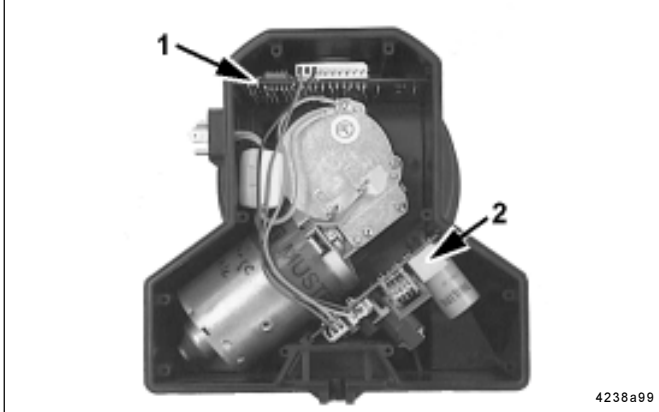

Fig. 19: Plaquette de circuits imprimés installée dans le boîtier
- La plaquette à circuit imprimé 1, fig 19 (si disponible) et la plaquette du bloc secteur 2 sont intégrées dans le carter de la pompe.